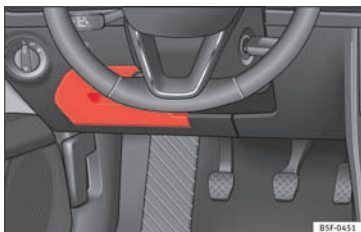

Fig. 101 Instrumentpanelet i førersiden: afdækning på sikringsboks
- **Åbning:** Klap afdækningen nedad og op » **Fig. 101.**